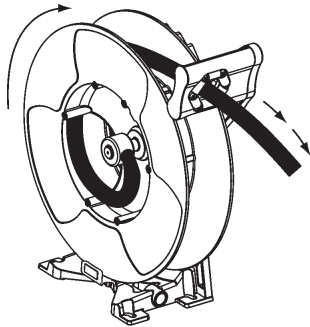

Рис. 11
1. Retirar aproximadamente 3 metros da mangueira e prenda a mangueira (fig. 11).